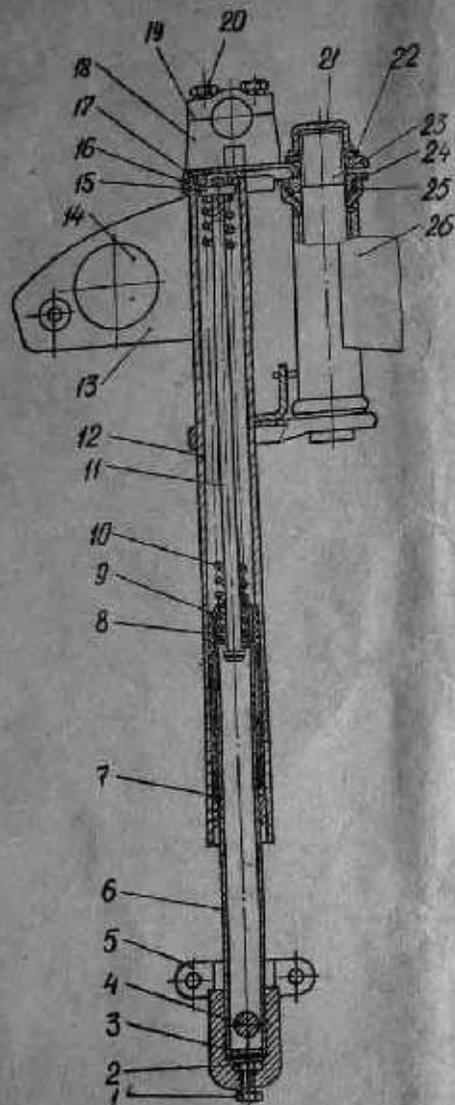

Рис. 15. Передняя вилка:
Фара устанавливается между кронштейнами фары (13, рис. 15) передней вилки и закрепляется болтами. В качестве источника света в фаре установлена лампа А6—15+15 с нитями дальнего и ближнего света.
Передняя вилка (рис. 15) служит для соединения переднего колеса мопеда с рамой, уменьшения толчков, передаваемых от переднего колеса во время движения, а также для поворота мопеда. Положение оси колеса в вилке фиксируется болтами (1).
— отпустите болт (1, рис. 15);